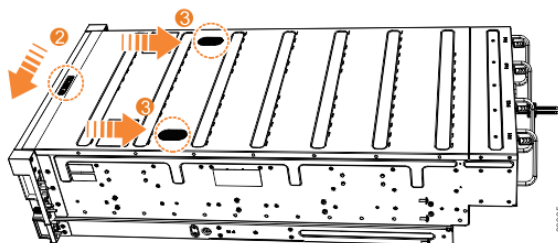

Рисунок 79. Замена верхней крышки
2. Отведите в сторону запирающий рычаг крышки (2) на Рисунок 79 на стр. 70).
3. Сдвиньте крышку в направлении задней стороны корпуса (3) до упора (см. Рисунок 79 на стр. 70).